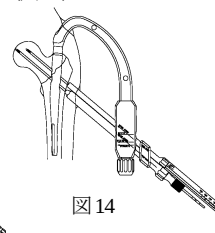

図14
- エクストラスクリュー用ガイドピンスリーブ（内筒）を抜き、スリーブ（外筒）先端を骨面に押し当て、スリーブ（外筒）後端に 3.2 ガイドピンデプスゲージを押し当て、ガイドピン刺入深さを計測します。（図14）